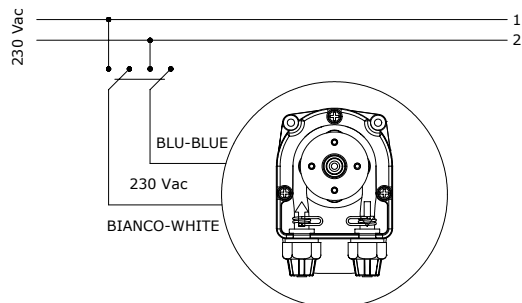

Fig. 1
• Rispettare le norme vigenti per quanto riguarda l'installazione elettrica (fig.1). **Se il cavo di alimentazione è privo di spina elettrica, l'apparecchiatura deve essere collegata alla rete di alimentazione tramite un interruttore onnipolare sezionatore avente una distanza minima tra i contatti di 3 mm. Prima di accedere ai dispositivi di collegamento, devono essere interrotti tutti i circuiti di alimentazione.**
• Carefully observe the regulations in force as regards electrical installations (figure 1). **When the supply cable doesn't have the plug, the equipment should be connected to the power supply by means of a single-pole switch having a minimum distance of 3 mm between the contacts. Before accessing any of the electrical parts, make sure that all the supply circuits are open.**
Il colore dei fili può essere diverso da quello indicato in fig.1 in funzione del tipo di motore.
Wires colours could be different from the ones showed in fig. 1, it depends of the motor type.